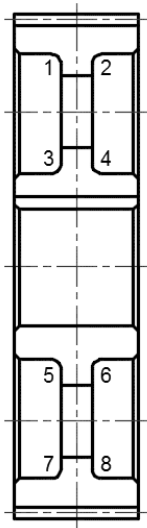

图 13-74 绘制 8 个圆角
22) 创建圆角。在“修剪”面板中单击“圆角”按钮, 分别绘制图 13-74 所示的 8 个圆角, 这些圆角的半径规格均为 R5。